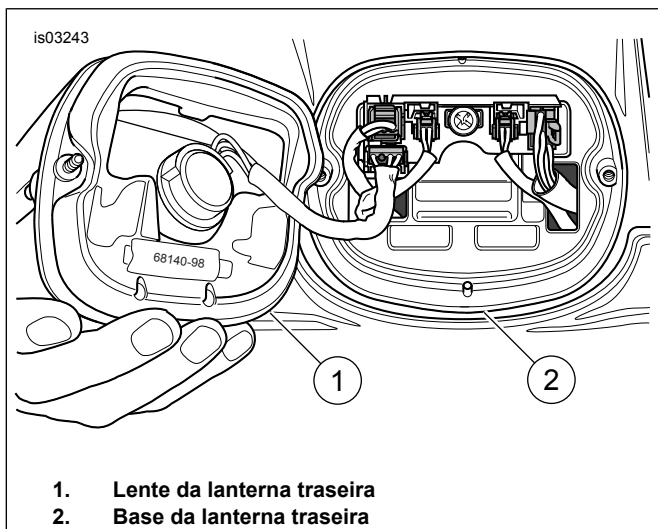

Figura 1. Remoção da lente da lanterna traseira
2. Veja a Figura 1. Remova dois parafusos e a lente da lanterna traseira (1) da base (2).
10. Veja a Figura 1. Instale a lente da lanterna traseira (1) na base (2) usando dois parafusos.